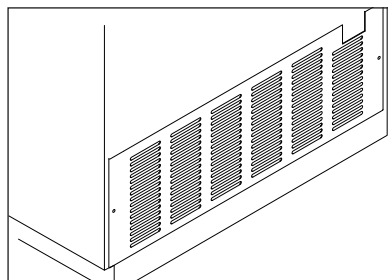

рис. 3
**ВНИМАНИЕ!** Необходимо обеспечить свободный доступ к вентиляционной решетке (рис. 3).